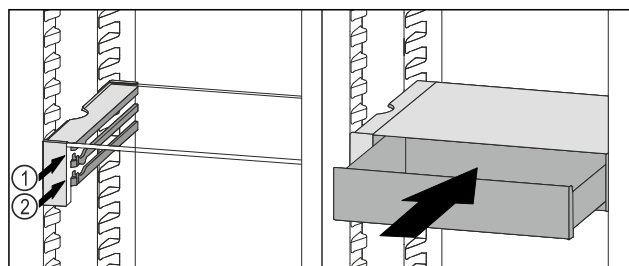

Fig. 246
- Nasaďte zásuvku VarioSafe za zářezky na požadovaném žebro Fig. 246 (1) nebo Fig. 246 (2).